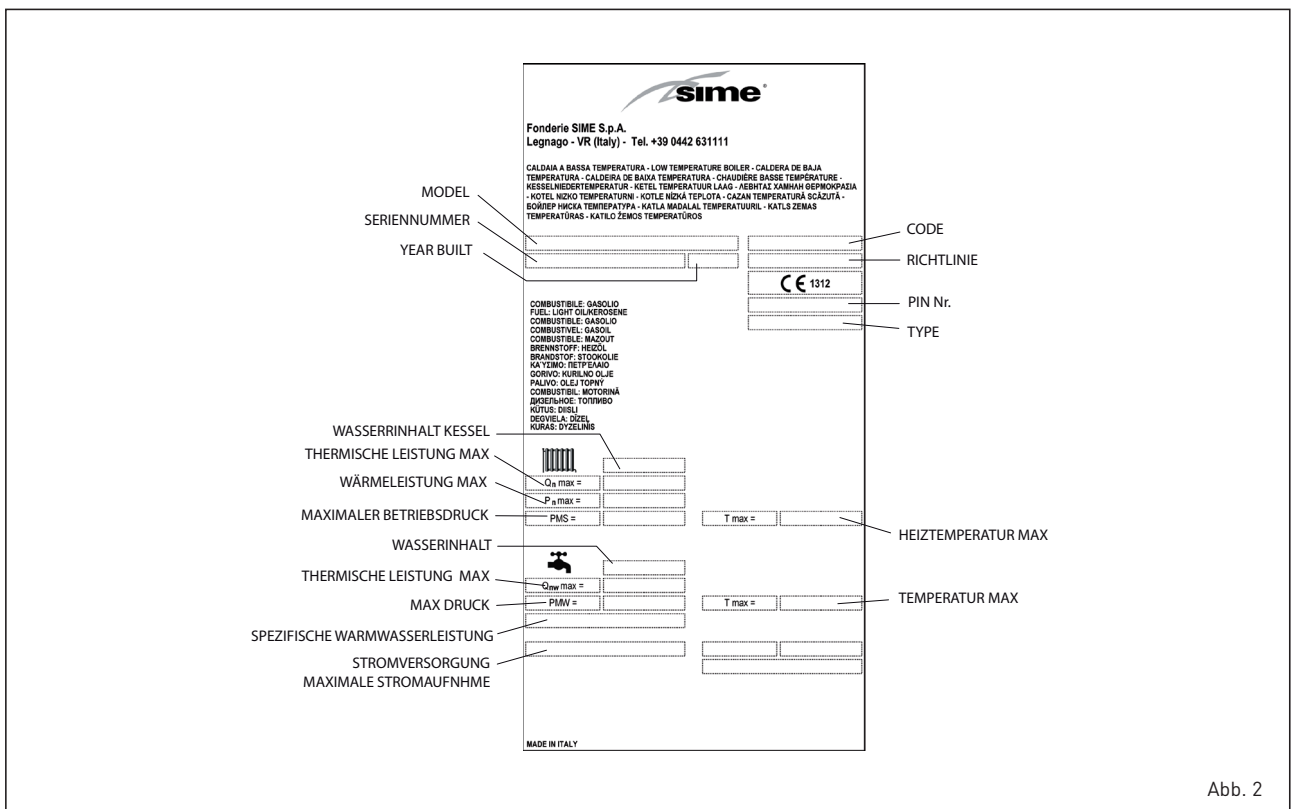

Abb. 2
1.2.1 Nummernschild technische daten (Abb. 2)